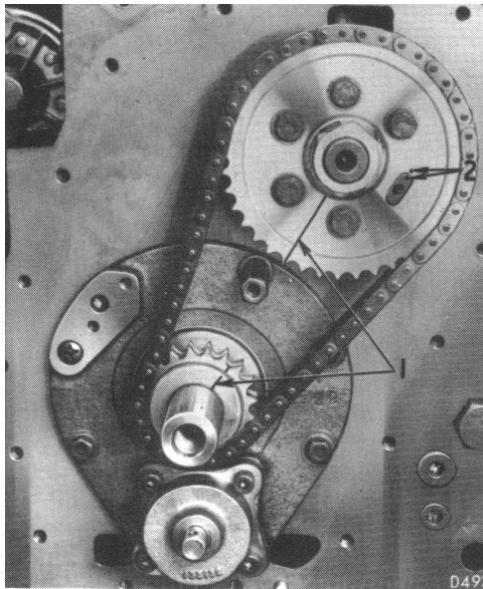

Fig. 41
1. Tourner le vilebrequin jusqu'à ce que les pistons 1 et 4 soient au point mort haut. Une flèche sur le volant s'alignera avec une marque similaire sur le bloc cylindre et la clavette du pignon d'entraînement de vilebrequin sera dirigée vers le bas. Un repère situé sur la face avant du pignon de vilebrequin sera pointé vers le centre du moyeu de l'arbre à cames. (Fig. 41 - Repères des pignons - 1 - Repères inscrits sur les pignons. 2 - Repères poinçonnés sur le pignon d'arbre à cames et son moyeu).
Avant de remonter les autres boulons de fixation du pignon de l'arbre à cames, mettre des repères sur les pignons et sur le moyeu (voir Fig. 41). Finalement, régler à nouveau le jeu de tous les culbuteurs.